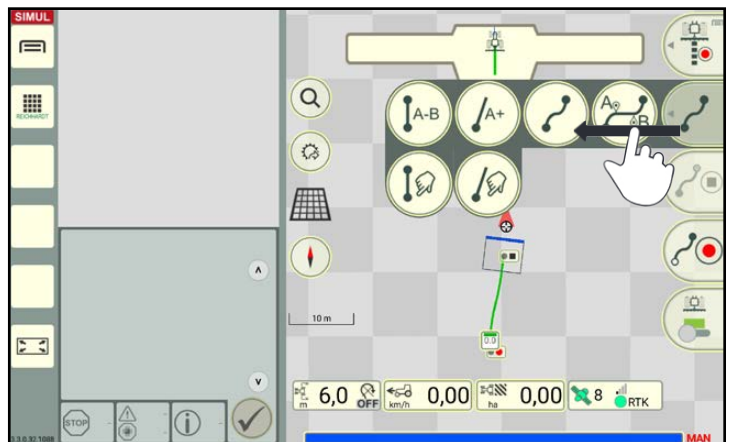

Abb. 85: Spurart auswählen
- Sie den zweiten Button des Feldbearbeitungs-Menüs nach links streichen (siehe Abb. 85)